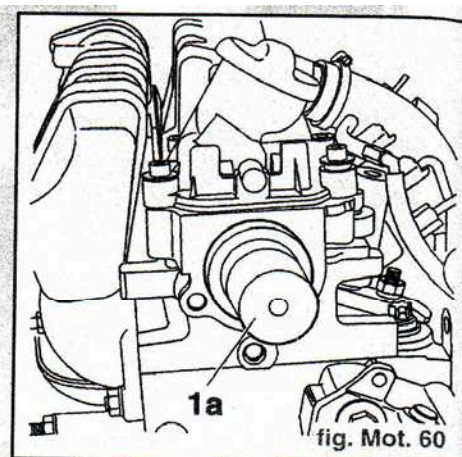

fig. Mot. 60
- Serrer les vis (11) à 1 daN.m (ordre de 1 à 10).
- Utiliser le cône (1b) (-)0188 N2 pour monter la bague d'étanchéité sur l'outil (1a) (-)0188 N1 (fig. Mot. 60).